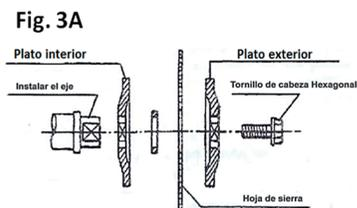

Fig. 3A
6.- Coloque el plato exterior, fijandolo con el tornillo hexagonal. (fig.3A)